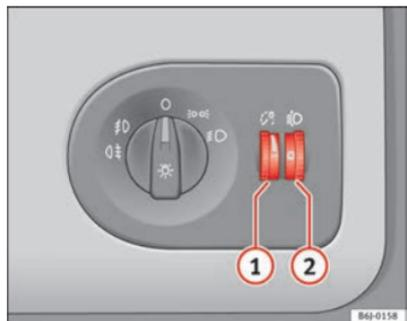

Fig. 55 Tablero de instrumentos: reguladores de la iluminación de instrumentos y mandos y del alcance de los faros
Con las luces encendidas se puede regular la intensidad de la luz de los instrumentos y mandos girando la ruedecilla moleteada ⇒ fig. 55 ①.